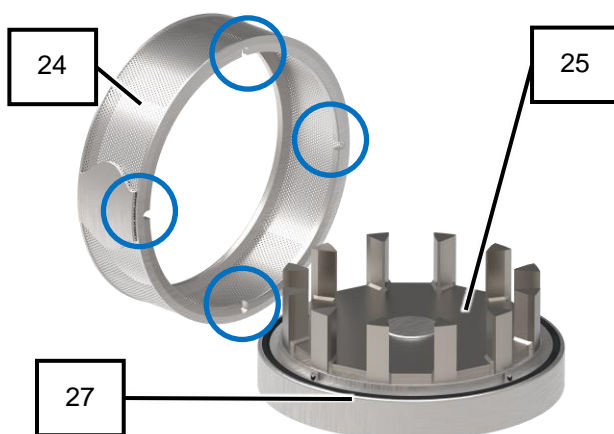

Abb. 21: Ringsieb und Rotor
8. Rotor (25) um die Rotorwelle (11) über die Labyrinthscheibe (27) setzen.
9. Korrekten eingerasteten Sitz des Mitnehmers an der Rotorwelle (11) beachten.
10. Ringsieb (24) bei eingesetztem Rotor (25) in die Kassette (26) setzen (Abb. 21).
11. Korrekte eingerasteten Sitz der Verdrehsicherung beachten (Abb. 21).